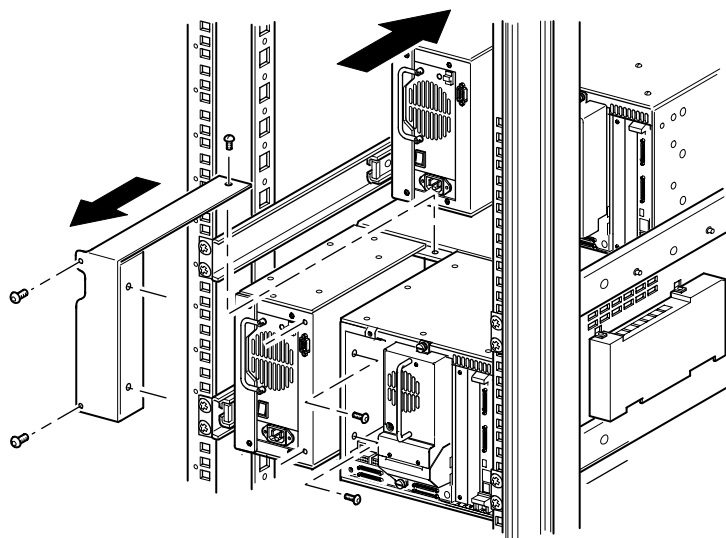

図2-5: PTMカバー プレートの取り外し
重要: コンパック製ラックの正面から各ライブラリを順に引き出して、下側のライブラリのPTMカバー プレートの上ネジにアクセスできるようにする必要があります。ネジの位置については、図2-5を参照してください。
- c. #2プラス ドライバを使用して、PTMカバー プレートを各ライブラリ シャーシ背面に固定しているネジを取り外します (図2-5を参照)。